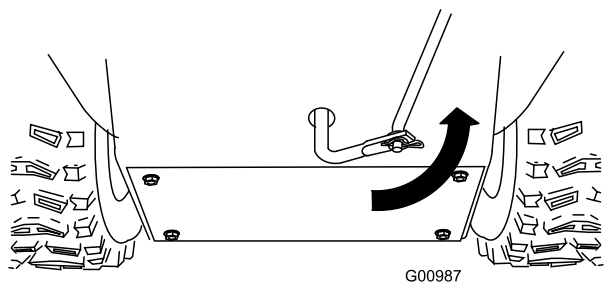

**Figura 6**
3. Togliete la coppia a forcina e la rondella esterna dal barilotto sul lato superiore dell'asta di comando della velocità (Figura 6).
**Nota:** Per agevolare l'installazione lasciate la rondella piana sul barilotto (Figura 6).
6. Sollevare l'asta di comando della velocità ed inserire il barilotto nel foro della leva di selezione della velocità (Figura 6).
- B. Scollegate il barilotto dalla leva del selettore della velocità (Figura 6).
- C. Abbassate il barilotto sull'asta di controllo della velocità (senso orario) (Figura 6).
- D. Collegate il barilotto alla leva del selettore della velocità (Figura 6).
- C. Alzate il barilotto sull'asta di controllo della velocità (senso antiorario) (Figura 6).